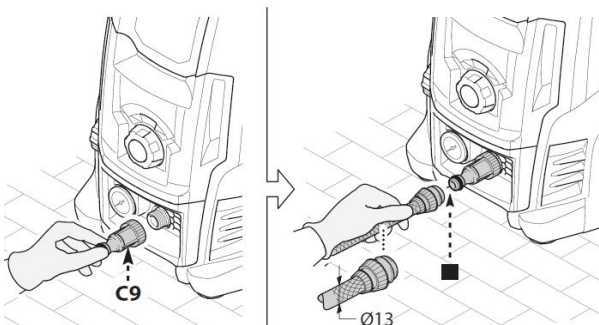

Abb. 7: Montage
Schritt 3: Schrauben Sie den Adapterstecker auf das Gewinde (links, Abb. 7), und schließen Sie den Wasserschlauch an den Hochdruck-Reiniger an (rechts, Abb. 7).